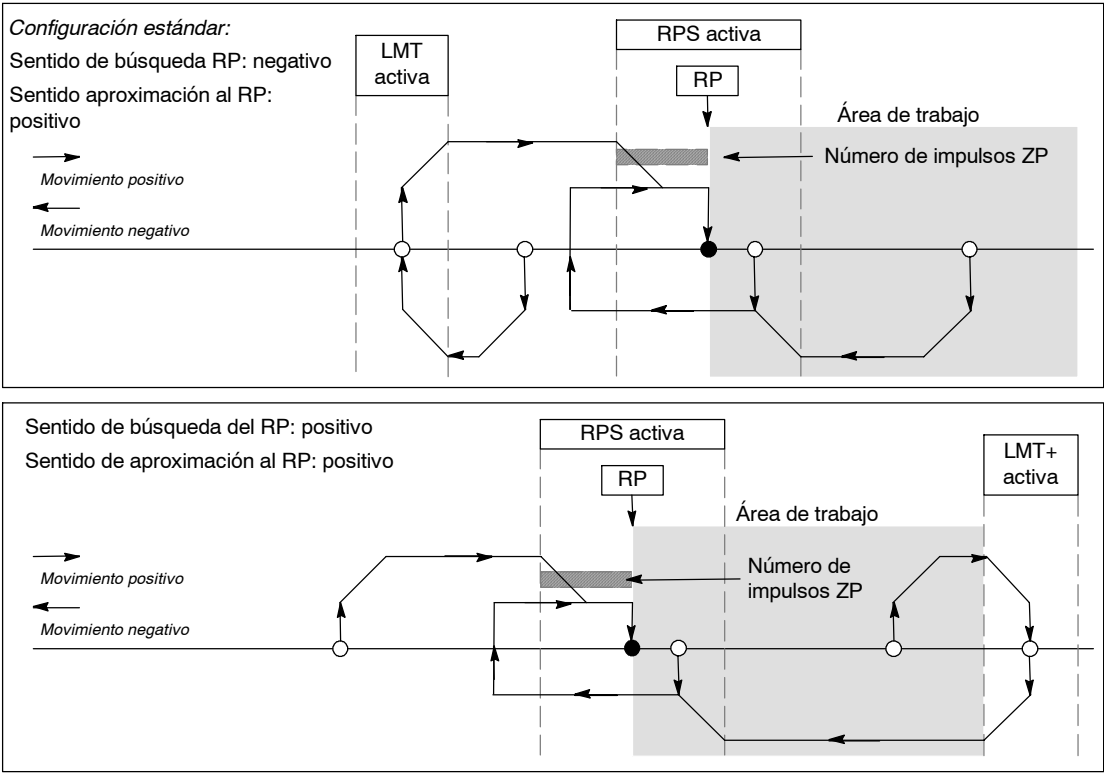

Figura 9-24 Búsqueda del RP: Modo 4
- ☐ La figura 9-24 muestra dos opciones del modo 4 de búsqueda del RP. En este modo, el RP se encuentra a un número determinado de impulsos cero (ZP) dentro del área activa de la entrada RPS.